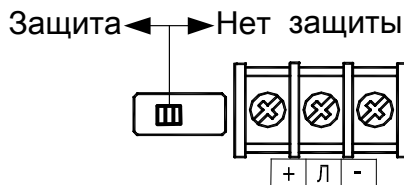

Рисунок 16
3.7.9.1 Сигнализатор МС-К-500-2 снабжен специальным переключателем, предназначенным для защиты от несанкционированного изменения настроек устройства. Переключатель сигнализатора расположен под пломбируемой крышкой, на плате рядом с клеммными зажимами (рисунок 16). В положении «**Защита**» изменения настроек не сохраняются.